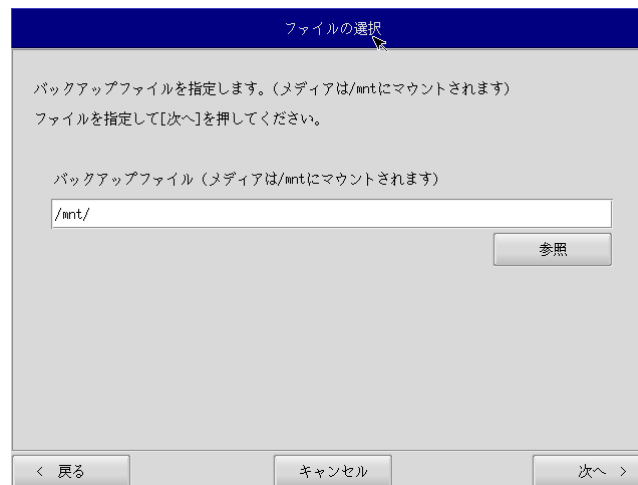

図 6-4-2. ファイル選択画面
- ⑥ ファイル選択画面（図 6-4-2）が表示されます。[参照]ボタンを押します。
- ⑧ ファイル選択画面(図 6-4-2)で指定したバックアップファイルが入力されていることを確認します。[次へ]ボタンを押します。